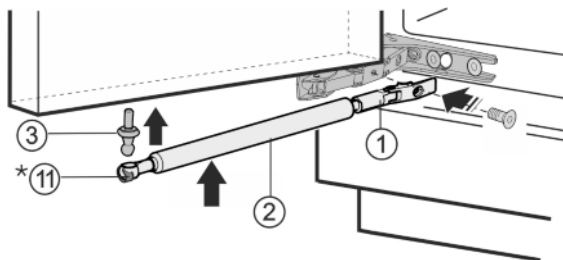

Fig. 6
- ▶ Czop kulisty Fig. 6 (3) wkręcić do nowego otworu mocującego (z siłą 4 Nm) (Torx® 25).
- ▶ Sprężynę napinającą Fig. 6 (11) przesunąć ponownie do wewnątrz.*
- ▶ Uchwyt przykręcić Fig. 6 (1) mocno (z siłą 3 Nm).
- ▶ Amortyzator zamknięcia Fig. 6 (2) zawiesić na czopie kulistym.